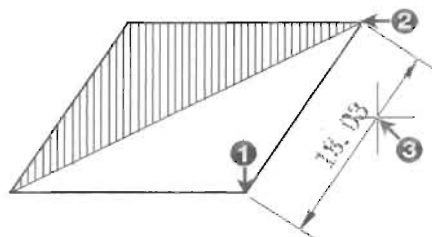

图 10-39
(2) 执行“标注>对齐”菜单命令，然后根据命令提示进行标注，如图 10-39 所示，命令执行过程如下。